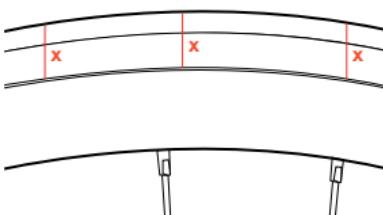

Abb. 8. Richtig. Darauf achten, dass die eingeförmte Linie im Reifen überall den gleichen Abstand zur Felge hat (X-Abstand).
9. Überprüfen Sie den korrekten Sitz des Reifenwulstes in der Felge. (Abb. 8 und 9). Die meisten Reifen verfügen über eine eingeförmte Linie auf der Reifenflanke in der Nähe der Stelle, an der der Reifenwulst in der Felge sitzt. Der Abstand zwischen dieser eingeförmten Linie und der Oberkante der Felge muss im gesamten Verlauf der Felge gleichmäßig sein. Ist dies nicht der Fall, die Luft aus dem Reifen ablassen und die gggSchritte 7 und 8 wiederholen.
12. Überprüfen Sie erneut den korrekten Sitz des Reifenwulstes (Abb. 8 und 9).